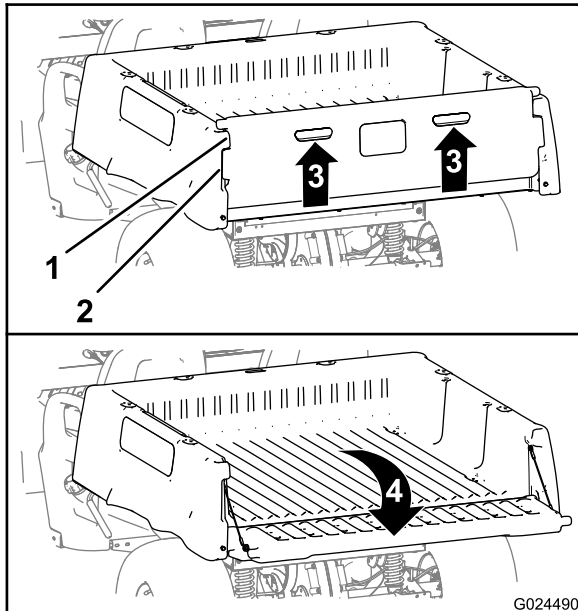

図 18
2. テールゲートのバックパネルについているフィンガーブルを持ち上げる図 18。
3. テールゲートのロックフランジを、荷台のテールゲートフランジの開口に合わせる図 18。
4. テールゲートを後方に倒す図 18。
6. を立てて閉じ、ロックフランジ側がテールゲートポケット荷台側と面一になるようにする図 18。
7. 荷台の背部まで、テールゲートを下ろす図 18。